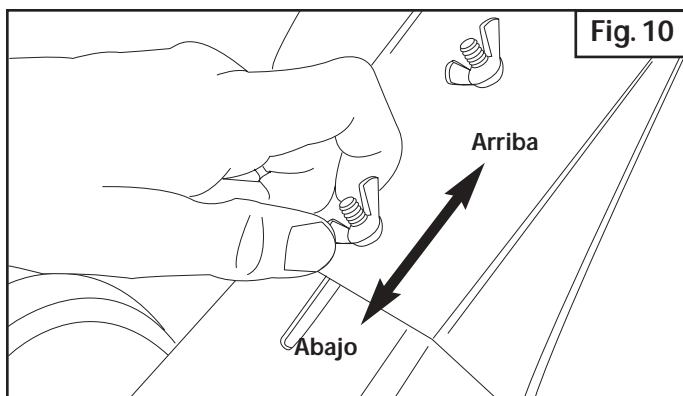

Fig. 10
2. Afloje (no retire) las dos tuercas de mariposa de la protección de las púas (Fig. 10).